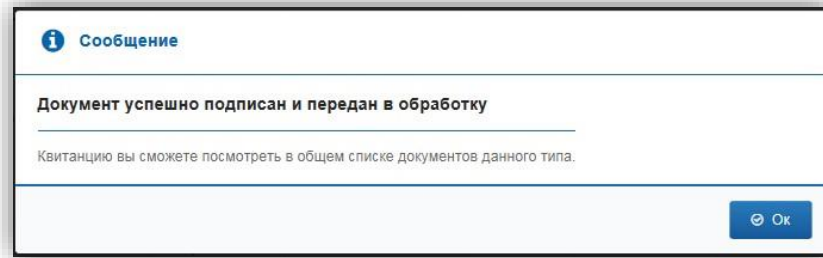

Рисунок 120 – Документ успешно подписан и передан в обработку
– Чтобы закрыть данное окно, нажмите кнопку «Ok» (рис. 120).